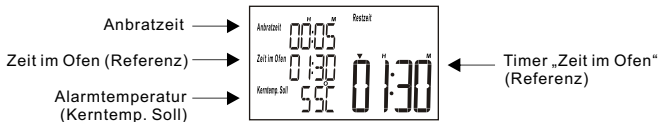

Abb. 3 – Standby-Display beim Garen von RI 1 mit niedriger Temperatur
- Aufruf des Standby-Displays beim Garen mit niedriger Temperatur (Abb. 3).
- Starten Sie das Garen mit niedriger Temperatur: Drücken Sie, wenn das Standby-Display zum Garen mit niedriger Temperatur (Abb. 3) angezeigt wird, die Taste START/STOP.
- Alarm beim Garen mit niedriger Temperatur: Das Thermometer (Sender und Empfänger) gibt einen Alarm ab und die Hintergrundbeleuchtung schaltet ein (Alarm und Blinken, 30 Sekunden lang), sobald die Kerntemperatur die Alarmtemperatur erreicht (55 °C in Abb. 3 ist die Alarmtemperatur für RI 1). Hinweis: Das Thermometer gibt weiterhin jede Minute einen Alarm ab (5 Sekunden), während die Hintergrundbeleuchtung blinkt (5 Sekunden).
- Bestätigen Sie die Eingabe mit ►. Im Display des Senders erscheint nun die Standby-Anzeige. Abb. 3 zeigt ein Beispiel für „Rindfleisch, blau“